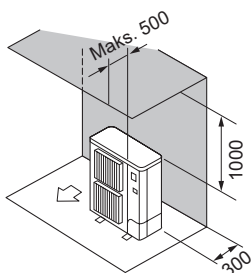

Fig. 2-7
- ② Kliūtys tik gale ir viršuje (Fig. 2-7)